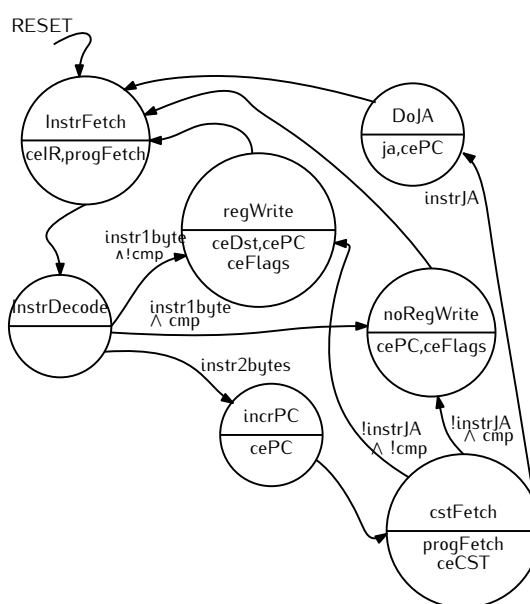

FIGURE 3 – Le cycle de Von Neumann avec **mise à jour des drapeaux** et **instruction de comparaison**
Pour rappel, l’opcode, le mnémonique et le comportement de cette instruction sont rappelés dans la table 5. En particulier, vous constaterez (ou vous rappellerez) que **le seul effet de cette instruction est de mettre à jour les drapeaux `Z`, `C` et `N`**. Du point de vue de l’automate, l’ajout de cette instruction nécessite l’ajout d’un seul état nommé “noRegWrite”. Les modifications à apporter à l’automate de contrôle sont visibles sur la version de la figure 3.
- à bien regarder la figure 3 pour comprendre ce qui va déclencher le passage dans l’état noRegWrite